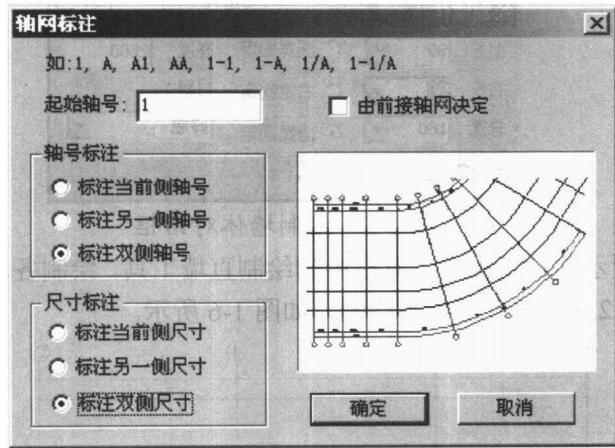

图 1-3 轴网标注对话框
- (2) 轴网标注。点取两点轴标（轴线右键菜单）命令，在“轴网标注”对话框中的轴号标注和尺寸标注形式中，启用“标注双侧轴号”选项进行标注，如图 1-3 所示。标